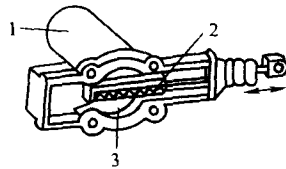

图 1-15 电动机式门锁传动装置
(2) 电动机式自动车门锁。该锁由可逆式电动机、传动装置及锁体总成等组成。其工作原理为:由电动机带动齿轮齿条副或螺杆螺母副进而驱动锁体总成,以驱动车门闭锁或开启。其传动装置如图 1-15 所示。这种锁的优点是体积小、耗电少以及动作较迅速;不足之处在于,打开或关闭车门之后,若因疏忽通了电,易把电动机烧损。